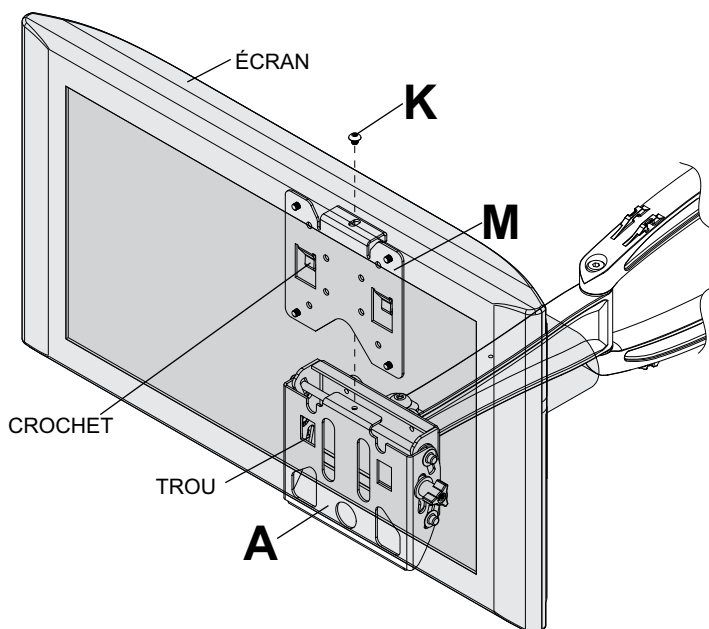

fig. 3.3
- 3** Pour fixer l'écran au support mural (**A**), abaissez le support d'accrochage (**M**), dans les trous du support mural. Lorsque les crochets sont bien engagés, poussez vers le bas pour les enfoncer dans les trous. Insérez la vis Phillips M5 et serrez-la (**K**) pour fixer l'écran au support mural comme illustré à la figure 3.3.